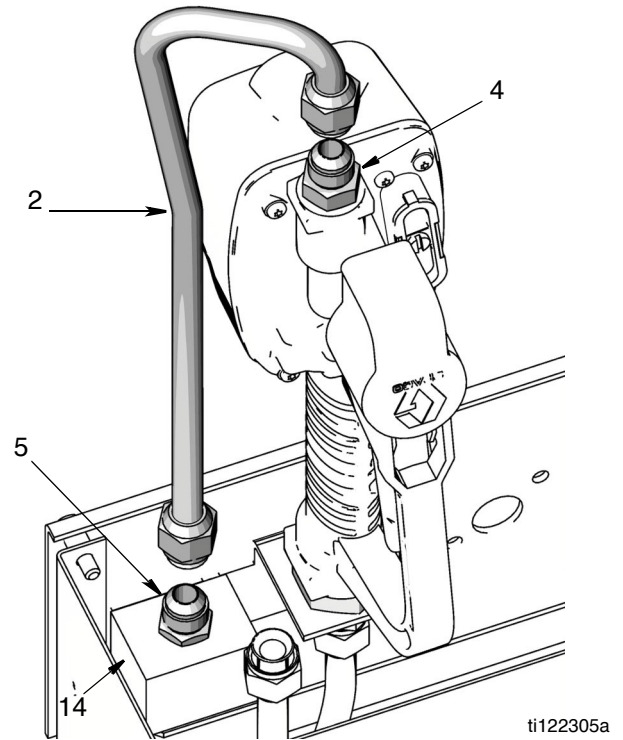

Рис. 16
6. Подсоедините выходной жидкостной патрубком (2) к фитинг-переходнику (5) на распределителе (14) и выходному жидкостному фитингу (4) (Рис. 16). Надежно затяните пальцами оба фитинга. Закрепите каждый фитинг гаечным ключом.